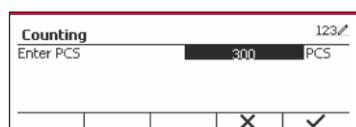

Figure 49
- Appuyez sur le bouton multifonction correspondant à l'icône **✓** pour modifier la valeur « PCS » à l'aide du pavé alphanumérique. (Voir Figure 49)